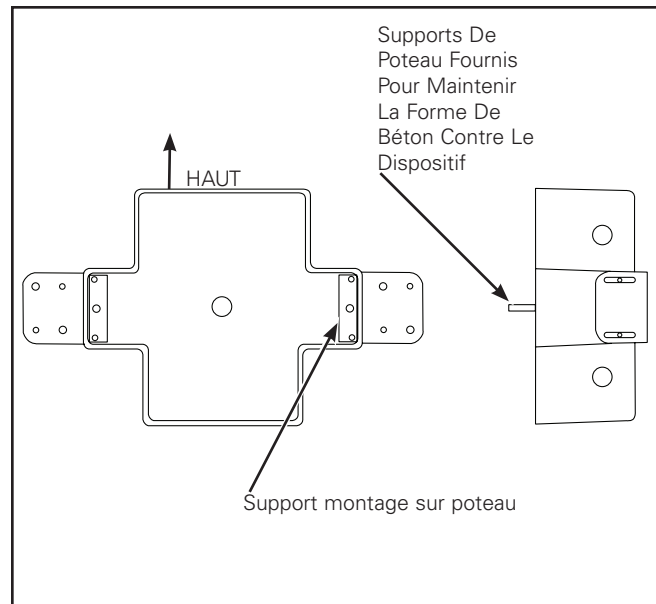

Figure 2. Support De Boîte/Poteau
1. En l'absence de mur, la boîte encastrée peut être montée sur des formes avant de verser le béton. Des supports de montage formés et un couvercle antidébris sont fournis pour vous aider à protéger la boîte contre les infiltrations de débris lors du coulage du béton. Installez 2 supports de poteau avec les vis no 8-32. Le lambris peut être installé sur les boulons et les supports et sécurisé avec les écrous hexagonaux fournis (Figure 2.).